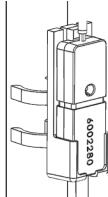

Figure 7 : Connecter les pinces
- a. Comme indiqué sur la **FIGURE 7**, connectez les clips à l'arrière du support de la carte du capteur de débit.